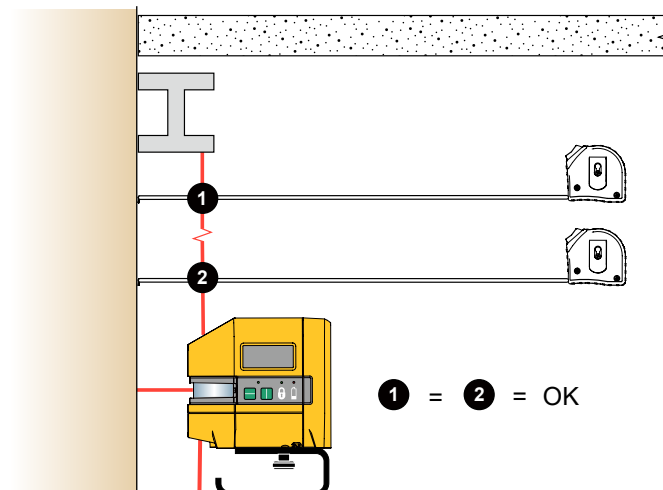

Figur 5. Nya lodmarkeringar
2. Centra nedåtlasern över kryssmarkeringen. Se Figur 5.